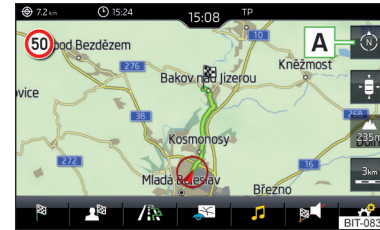

Fig. 236 Modification du sens de la carte
► Pour **modifier l'orientation de la carte** dans le menu principal *Navigation* appuyez sur la touche de fonction  **A** » fig. 236.